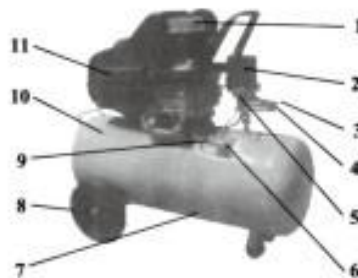

Fig.1
4. VUE GENERALE ET COMPOSANTS PRINCIPAUX (Fig. 1)